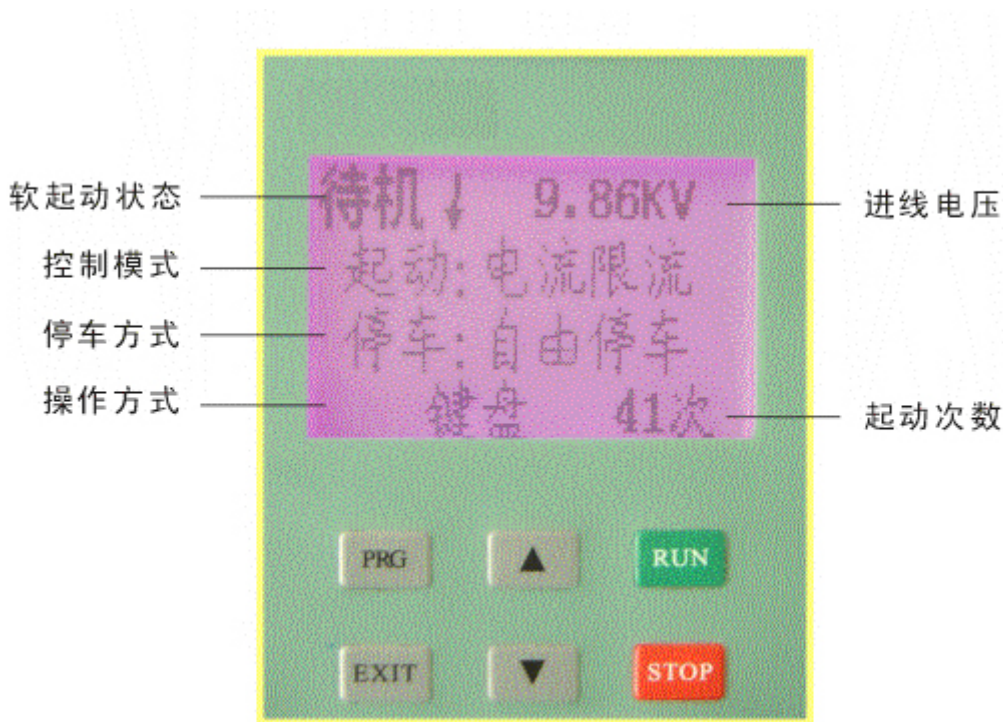
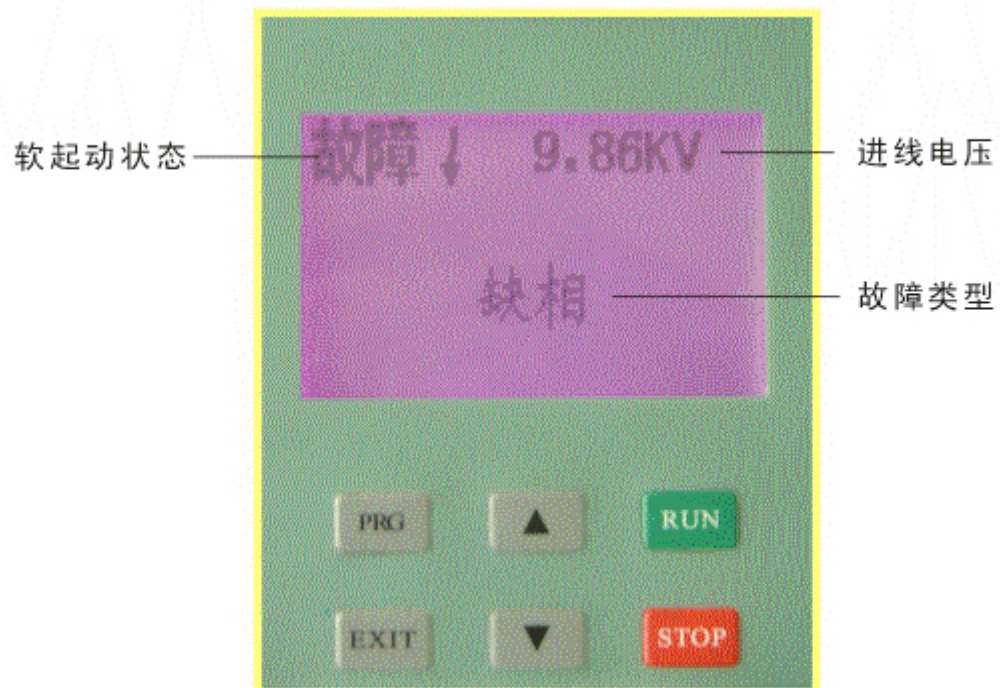

图 3-1：待机状态
图 3-4：故障状态
- 键盘可以显示当前软起动装置的五种状态：待机、起动、运行、编辑、故障，显示电源相序，显示进线电压、电机起动、运行的三相电流，零序电流值、起动次数等（图 3-1～图 3-4）。